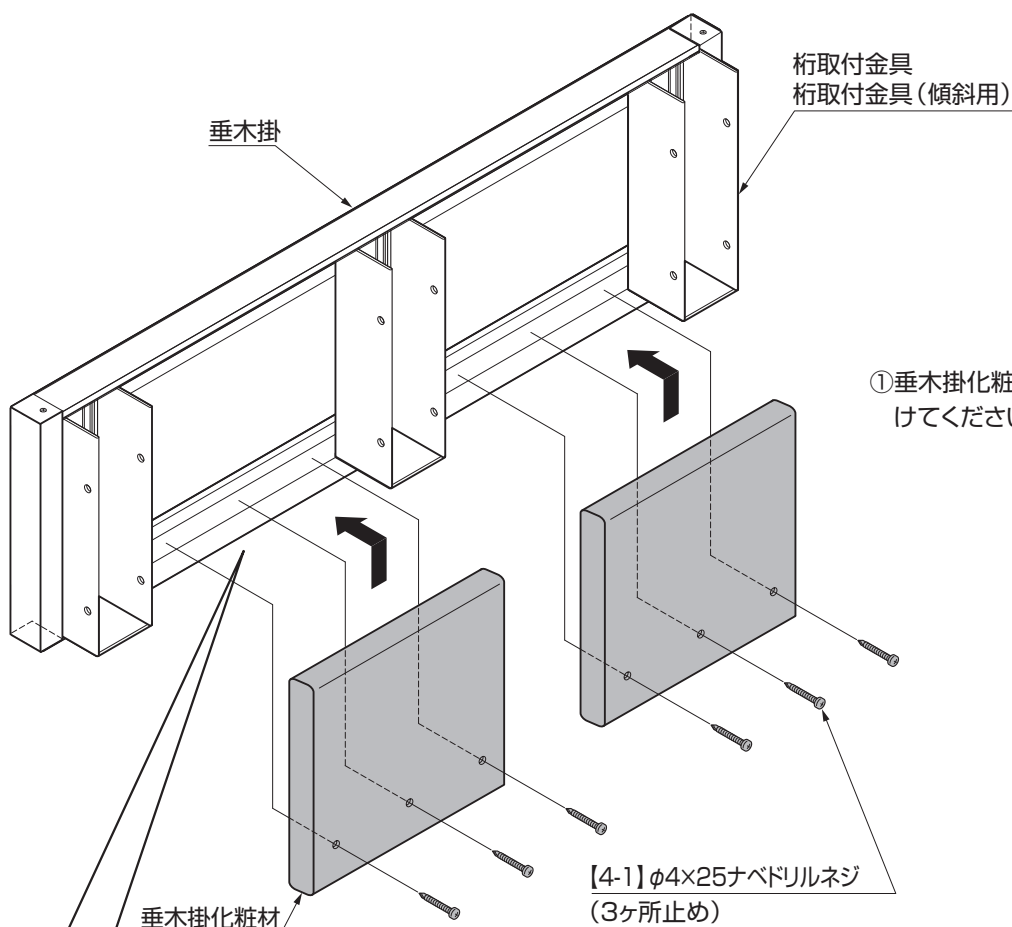

図5-1
①垂木掛化粧材を垂木掛に、【4-1】で取付けてください。(図5-1参照)